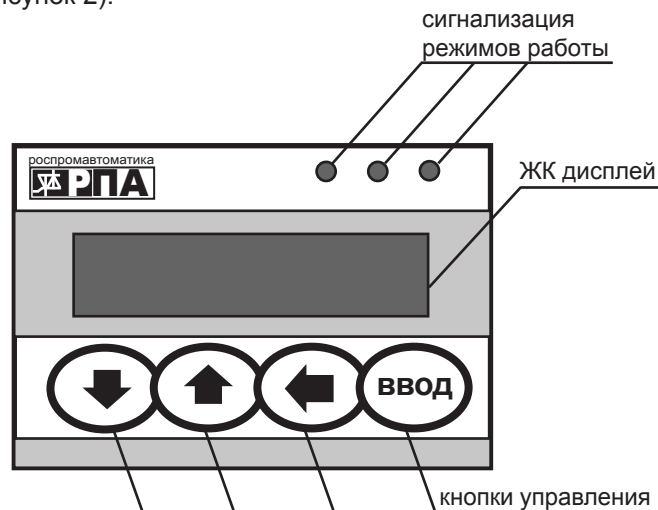

Рисунок 2
Индикация рабочего состояния, аварии, изменение режима работы станции, навигация по меню осуществляется при помощи панели управления (см. рисунок 2).
- панель управления станцией PAN1 позволяет выбирать, изменять значения параметров системы (см. рисунок 2) и отображает величину выходного давления, техническое состояние и аварийные ситуации.
Рабочий диапазон находится в интервале от  $P_{вкл}$  до  $P_{выкл}$  (см. рисунок 2). В многонасосных установках в момент включения установки запускается первый (по приоритету) насос и стремится поднять уровень давления до значения  $P_{выкл}$ , после чего насос отключается. При водоразборе происходит падение давления в системе ниже  $P_{вкл}$  и цикл повторяется.